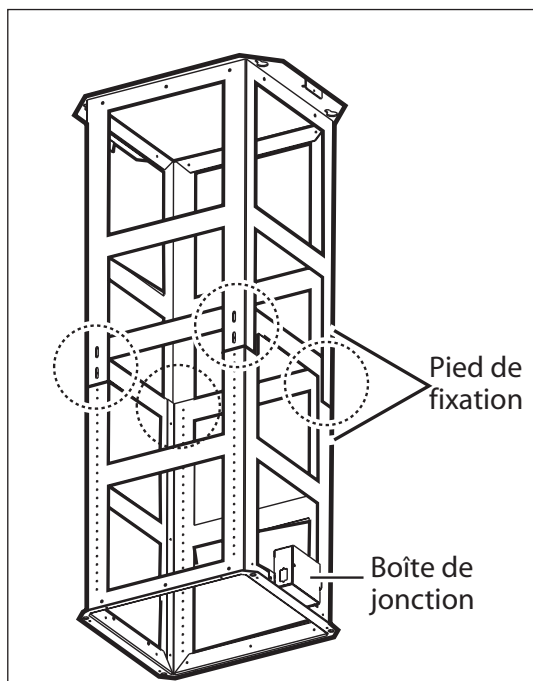

FIG.3
1. Réglez la structure de montage de la cheminée à la dimension  $E + 0,95 \text{ cm}/3/8 \text{ po}$  selon le calcul de hauteur d'installation effectué à la page 7. Utilisez 2 vis par pied de fixation; voir figure 3.